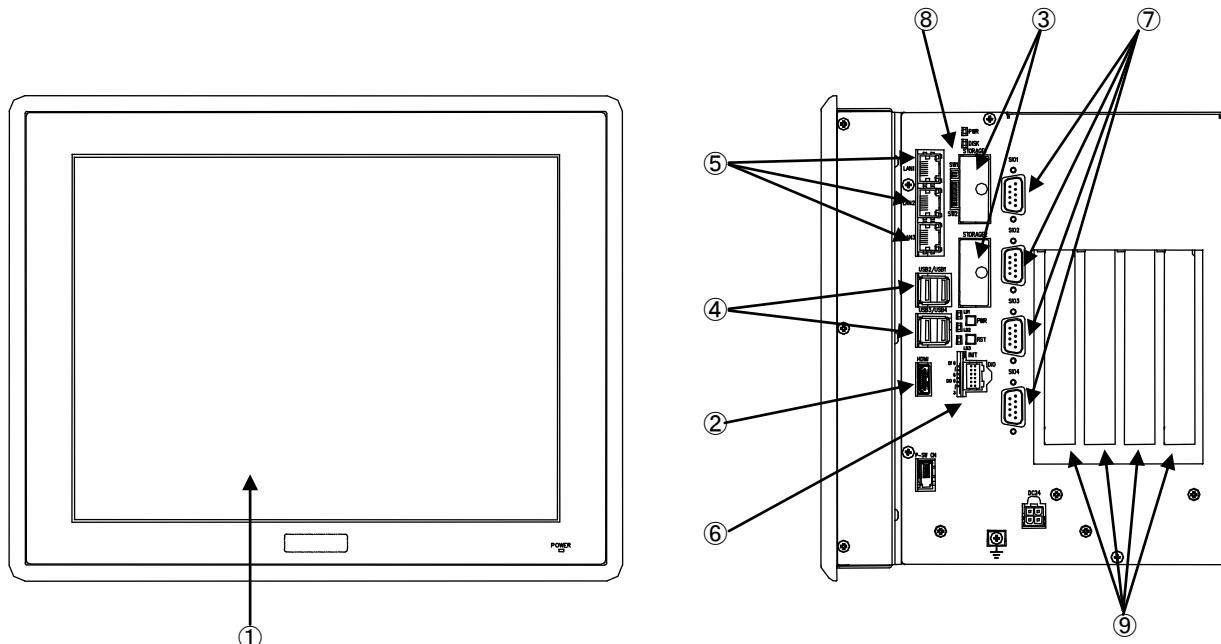

図3-1-1. 外形図 (FP4-12022AN)
FPシリーズの例として、FP4-12022ANの外形図を図3-1-1に示します。各部名称を表3-1-1に示します。
COM1	SI01 (図 3-1-1 ⑦) アプリケーションでシリアル通信に使用できます。 シリアルポート設定スイッチと組みシステム機能のシリアルコントロール機能を使用することで、RS-232C/422/485 を切替えることができます。
COM2	SI02 (図 3-1-1 ⑦) アプリケーションでシリアル通信に使用できます。 シリアルポート設定スイッチと組みシステム機能のシリアルコントロール機能を使用することで、RS-232C/422/485 を切替えることができます。
COM3	SI03 (図 3-1-1 ⑦) アプリケーションでシリアル通信に使用できます。
COM4	SI04 (図 3-1-1 ⑦) アプリケーションでシリアル通信に使用できます。
ローカルエリア接続	LAN1 (図 3-1-1 ⑤)：1000BASE Ethernet
ローカルエリア接続 2	LAN2 (図 3-1-1 ⑤)：1000BASE Ethernet
ローカルエリア接続 3	LAN3 (図 3-1-1 ⑤)：1000BASE Ethernet
汎用入出力	汎用の入出力です。 入力 6 点、出力 4 点を制御できます。 (図 3-1-1 ⑤)
バックアップバッテリモニタ	BIOS 設定、RTC、外部 RTC、SRAM に使用されるバックアップバッテリ(図 3-1-1 ⑩)の状態を取得することができます。